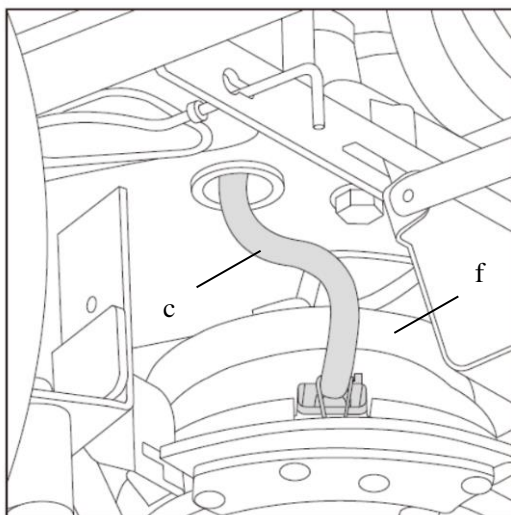
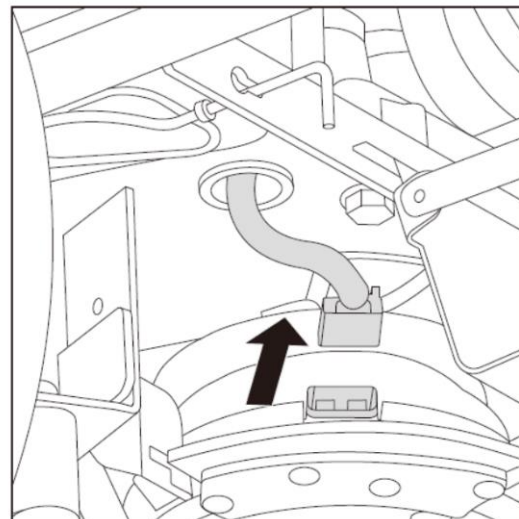

Fig.27C
Fig.27D
4. Demontera den elektromagnetiska kopplingen från motorns vevaxel och ta bort kabeln (c, Fig. 27C). (Fig. 27C & Fig. 27D)
7. Ta bort drivskivan (f, Fig.27C) från motorns vevaxel.